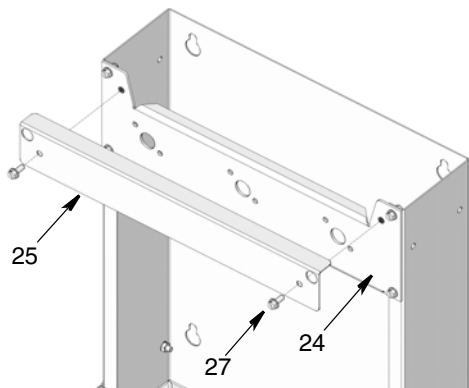

FIG. 19
4. Togliere le viti (27) e accedere al pannello (25) (vedere FIG. 19).